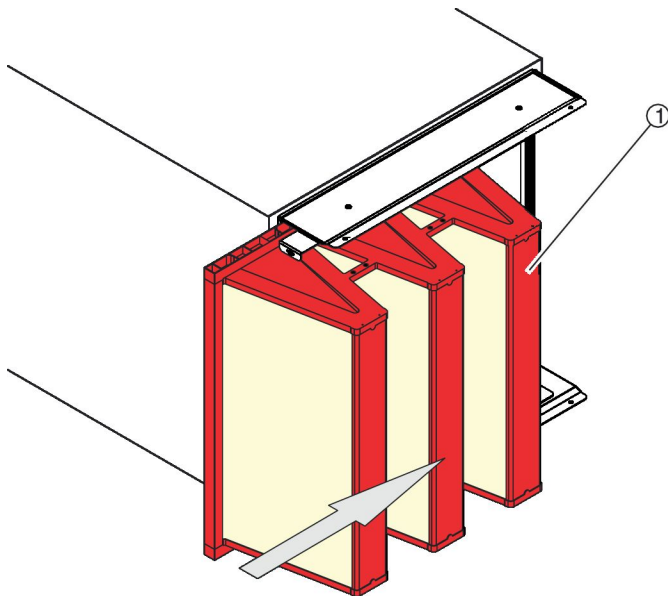

Abb. 60: Filterelement hineinschieben
6. ▶ Das Filterelement ( Abb. 60 /1) von der Seite in das RLT-Gerät hineinschieben.